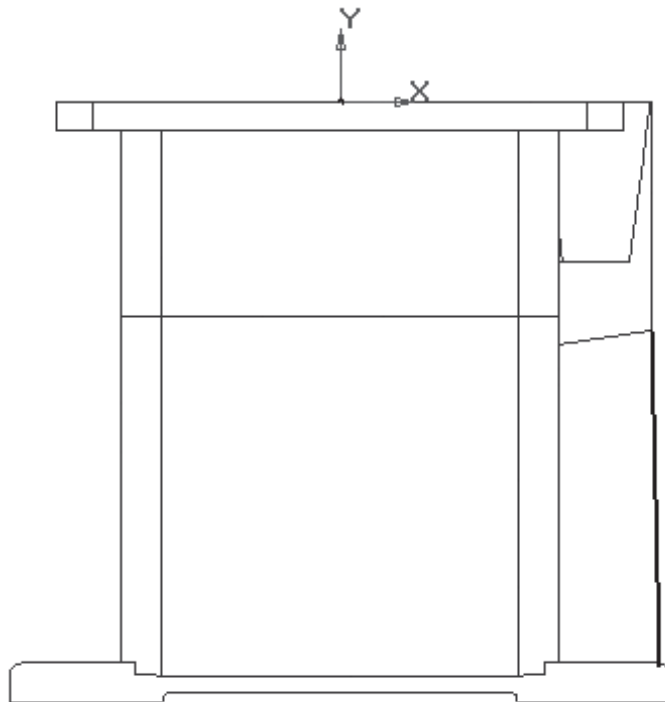

Рисунок 6.13 – Ескіз ребра жорсткості
23. Нам необхідно створити два ребра жорсткості в моделі: окремо під кожною кришкою підшипника. Почнемо з ребра жорсткості на місці кріплення кришки веденого вала. Виділіть в дереві моделі ортогональну площину *XYZ*, побудуйте в ній ескіз ребра (рис. 6.13). Розміри не мають великого значення, головне, щоб кінці контуру, який в даному випадку складається всього з одного відрізка, знаходилися в тілі деталі.